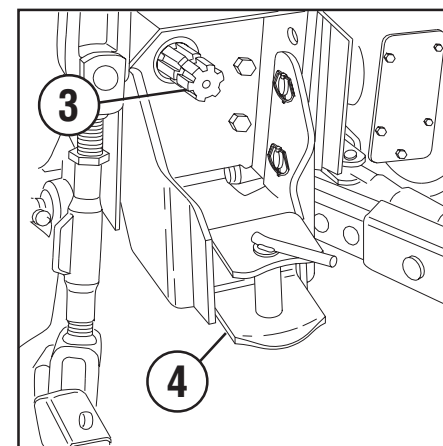
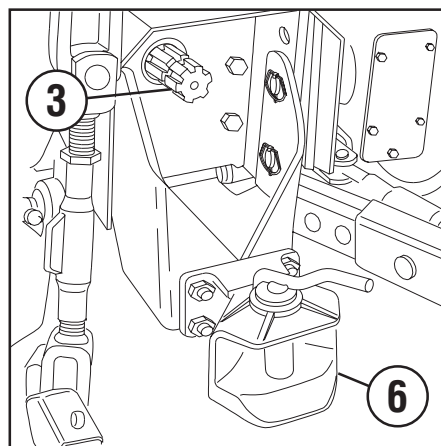

Fig. 5
Fig. 7
- Bageste side, til træk af anhangere og udstyr, med fastmonteret trækkrog, stift med indstillelig højde (4 Fig. 5) eller CBM krog (6 Fig. 7). Sidstnævnte krog adskiller sig fra den fastmonterede krog, idet den kan rotere omkring længdeaksen.
- Såfremt maskinen trækkes, må udstyret, der skal anvendes, kun tilkobles koblingerne (1 Fig. 4, 4 Fig. 5 og 6 Fig. 7)